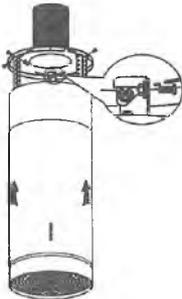

Рис. 8
8. Підняти витяжку і вивести розширювану труби через стелю. Потім за допомогою 6 гвинтів M4x10, гайок M4 і шайби прикріпити кутники до встановлювальної планки. Див. Рис. 8.